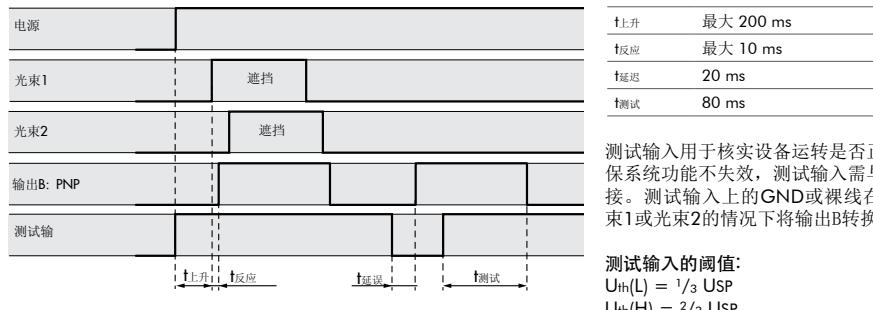

图 10: 连接器的连接图
- ▶ 每一个传感器需分别与其相应的控制设备连接。关于电气连接，参见图10。
4. 连接电线 (参见图10)
4. 连接电线(参见图10)
5. 连接电线(参见图10)